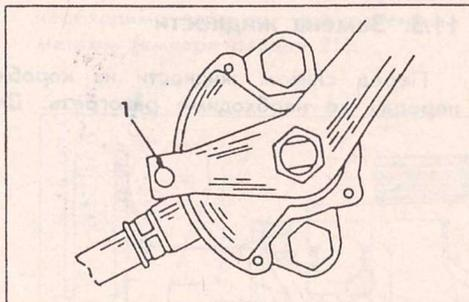

Рис. 185. Установка блокирующего выключателя стартера. Отверстие (1) должно находиться в положении, показанном на рисунке.
- Рычаг переключения и выключатель блокировки стартера установить в положение "N" (рис. 185) и присоединить трос.